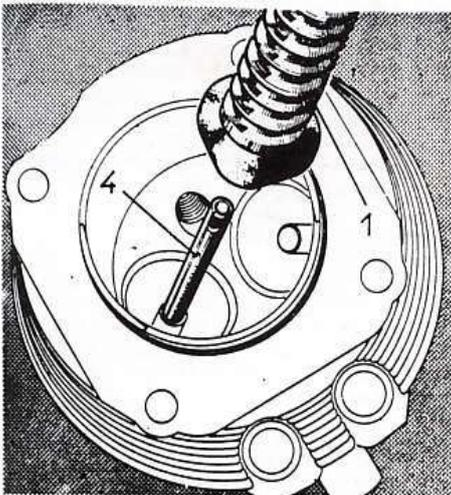

Fig. 12. — Rectification d'un siège de soupape. 1. Meule - 4. Guide pilote.
- Après décalaminage, poser un guide pilote (4) (fig. 12) dans le guide de soupape et effectuer le travail avec une meule commandée par flexible. Utiliser des meules Norton aux caractéristiques suivantes : pour siège admission : \varnothing 46 mm, angle 45°/30°, référence PSA 200 SS 1 bronze ou fonte pour siège échappement : \varnothing 44 mm, angle 45°/30°, référence PSA 200 SS acier.